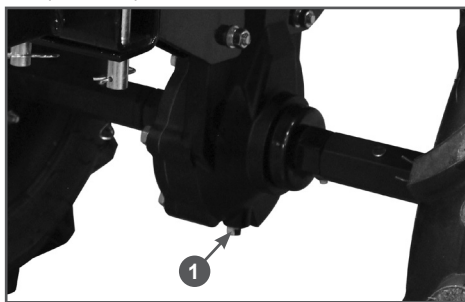

Рис. 34 Замена трансмиссионного масла
3. Открутите сливной болт 1 редуктора и слейте масло в специально подготовленную для этого емкость (Рис. 34).